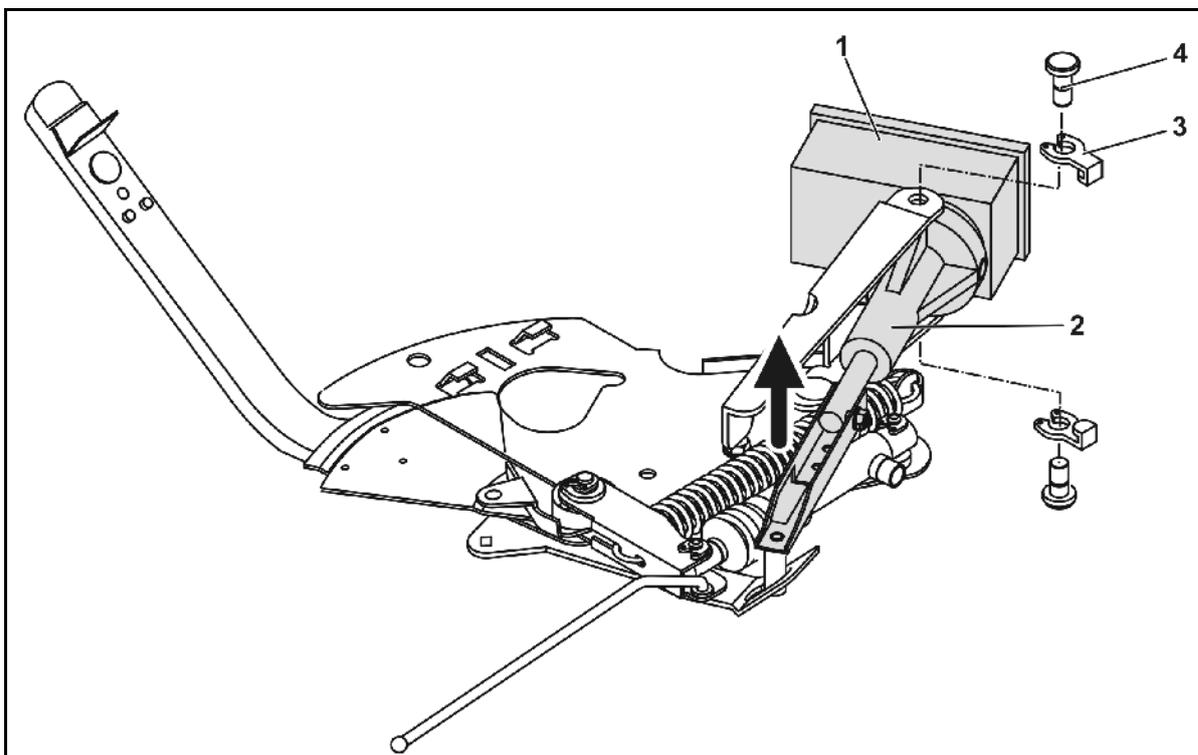

Рис. 82
1. Удалите оба фиксатора (Рис. 82/3) с помощью специальных щипцов.
2. Выньте оба шарнирных пальца (Рис. 82/4).
3. Выньте серводвигатель (Рис. 82/1) из консоли.
4. Приподнимите серводвигатель и отцепите тягу (Рис. 82/2) от штекерного соединения дозирующей заслонки.
Зафиксируйте отцепленную тягу (Рис. 82/2) при помощи вспомогательных средств от опрокидывания в рабочую зону гидравлического цилиндра.